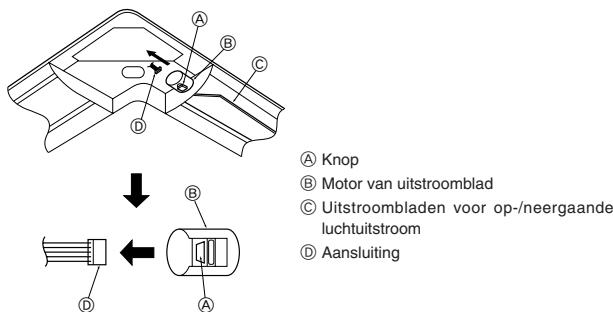

Fig. 5-9
5.5. Vastzetten van het op-/neergaande luchtuistroomblad (Fig. 5-9)